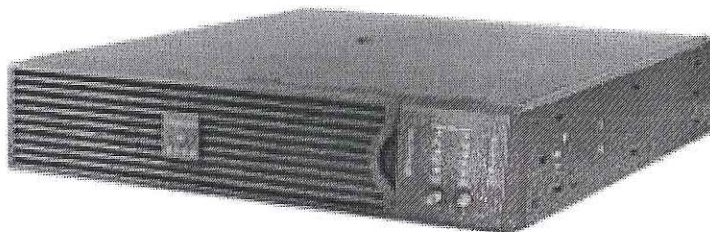

Рисунок 1 - Источник бесперебойного питания.
5.3.3 Питание составных частей КСО осуществляется через источник бесперебойного питания (см. рисунок 1), работающего от однофазной дублированной линии сети переменного тока с номинальным напряжением 220 В (фаза-ноль) и частотой 50 Гц.